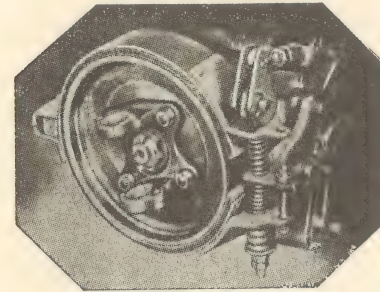

Fig. 119. — Travão de mão à transmissão junto do cardan (da Fergo)
3. Tubos dos travões hidráulicos amolgados (fig. 119);